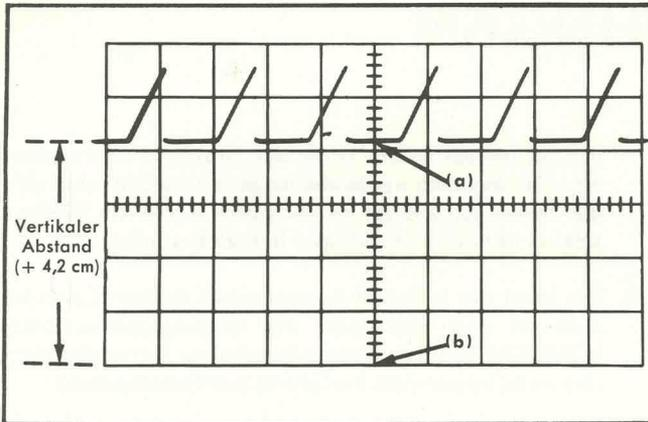

Bild 3-2 Messung des Momentanwerts einer Spannung bezogen auf eine Referenzspannung.
3. Bei kurzgeschlossenem Eingang (Eingangssignal abgetrennt) wird die Lage des Strahls (mit dem Regler VERTICAL POSITION) mit einer der horizontalen Rasterlinien, wie zum Beispiel (b) in Bild 3-2 zur Deckung gebracht. Diese Linie wird nun als Masse- (oder Null-)Bezugslinie verwendet. In jedem Fall hängt die Lage der gewählten Referenzlinie von der Polarität und dem Gleichspannungspegel des zu messenden Signals ab. Nach Festlegung der Bezugslinie soll der Lageregler VERTICAL POSITION nicht mehr verstellt werden.
7. Der vertikale Abstand in Zentimeter wird von der Masse-(Null-)Bezugslinie, in Schritt 3 festgelegt, zum Punkt auf dem Signal, der gemessen werden soll, wie beispielsweise zwischen (a) und (b) in Bild 3-2, gemessen.
8. Die gemessene Distanz wird mit dem Einstellwert des Schalters VOLTS/CM und dem Abschwächerfaktor, wenn vorhanden, des Tastkopfs multipliziert. Dies ist der Momentanwert des Gleichspannungspegels am gemessenen Punkt. Mit dem Eingangsabschwächer VOLTS/CM in Stellung 2 wird unter Verwendung eines 10fach-Abschwächertastkopfs zum Beispiel eine vertikale Auslenkung von 4,2 cm von der Referenzlinie aus gemessen (siehe Bild 3-2). Diese Werte werden in folgende Formel eingesetzt: